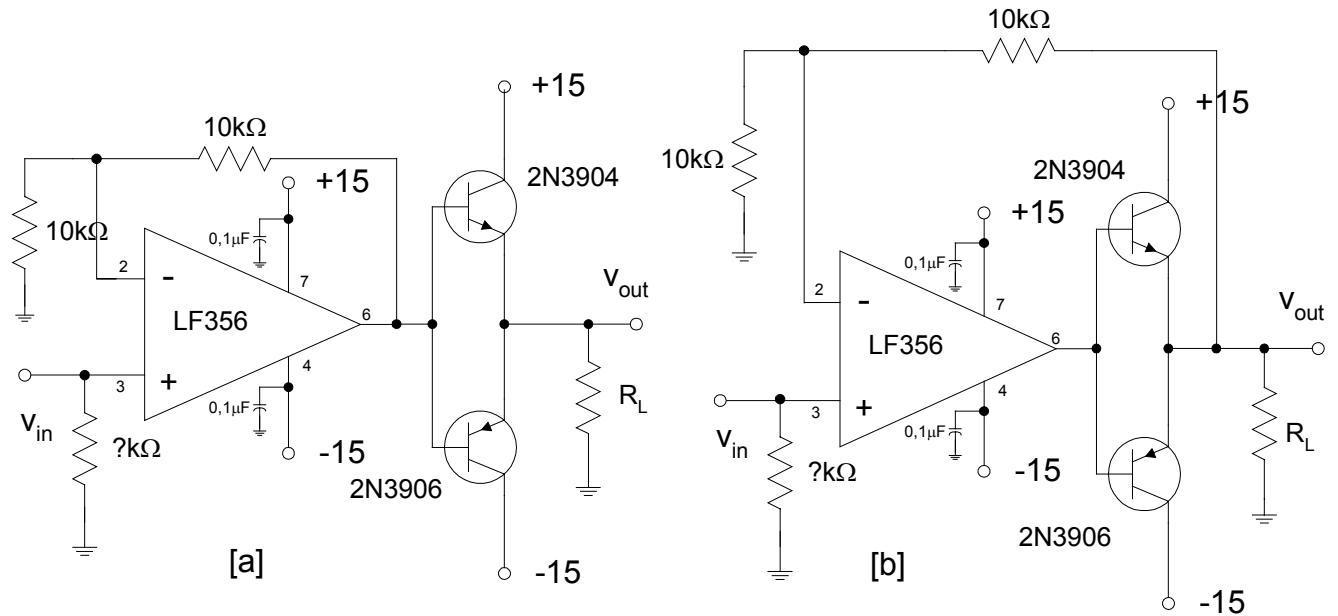

Figura 5. Circuitos de etapa de salida push-pull.
Con $R_L = 2,2 \text{ k}\Omega$, aplique una onda sinusoidal de 500 mV p-p, 500 Hz, a la salida de cada circuito. ¿Qué tensión de salida observa en cada uno de los circuitos? ¿Por qué? ¿En qué medida ayuda la retroalimentación del circuito de la Figura 5[b] al funcionamiento de este circuito? [Consejo: estudie y compare las salidas de los amplificadores operacionales en cada uno de los circuitos].
Aumente la amplitud de entrada a 1,0 V p-p. Compare de nuevo las dos formas de onda de salida. Observe la distorsión [conocida como distorsión de cruce] que se da en la salida del circuito de la Figura 5[a]. ¿Cuál es la fuente de esta distorsión? ¿Cómo reduce de forma notable el nivel de esta distorsión la configuración de la Figura 5[b]?
- ¿Cuál es el valor mínimo de resistencia de carga R_L que puede utilizarse en el circuito de la Figura 5[b] sin exceder las capacidades de disipación de potencia de los transistores de salida? [Para evitar dañar los transistores, sería buena idea limitar la disipación de potencia en los mismos a un máximo de 200 mW]. Utilice este valor de resistencia de carga y verifique que el circuito puede, en efecto, conducir esta resistencia de carga a través del margen completo de tensión de alimentación. [Consejo: es posible que deba utilizar condensadores de desacoplo de 10 nF o 100 nF entre los suministros positivos y negativos y de toma de tierra para evitar que el circuito oscile durante la prueba]. A continuación, elimine la etapa de salida push-pull y conduzca la resistencia de carga directamente del LF356 [conectado como seguidor de tensión]. ¿Cuáles son la tensión y la corriente máximas que puede suministrar a la carga el amplificador operacional? Halle este valor en la hoja de especificaciones del amplificador operacional.